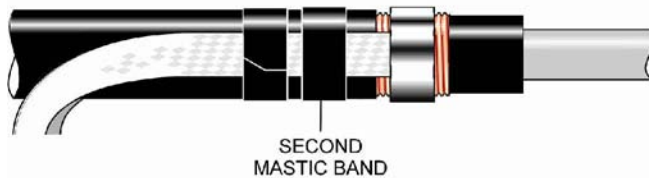

FIGURE 4
STEP 15: WRAP A SECOND MASTIC STRIP, ON TOP OF THE FIRST ONE AND OVER THE SOLDER BLOCKS ON THE TAILS. INSTALL ONLY ONE (1) LAYER OF THIS MASTIC. DISCARD ANY EXCESS. MASH THIS MASTIC TIGHTLY ONTO THE FIRST MASTIC LAYER AND THE SOLDER BLOCK ON THE GROUND BRAID. SEE FIGURE 4.